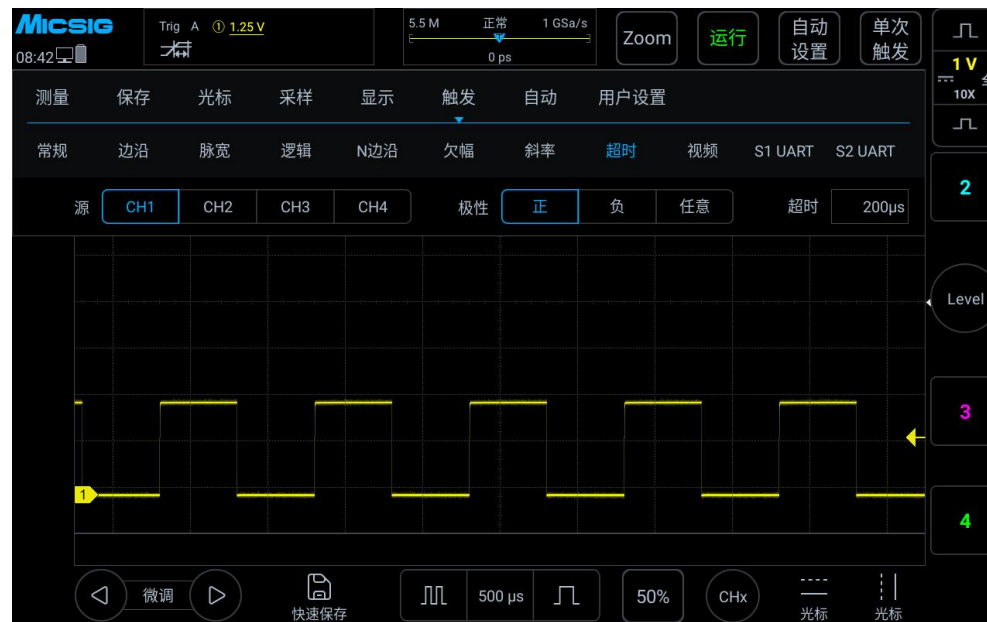

图 7-29 超时触发
1) 打开触发菜单，轻点“触发”打开触发菜单，在触发类型中选择超时触发，对超时触发进行如下设置，见图 7-29：